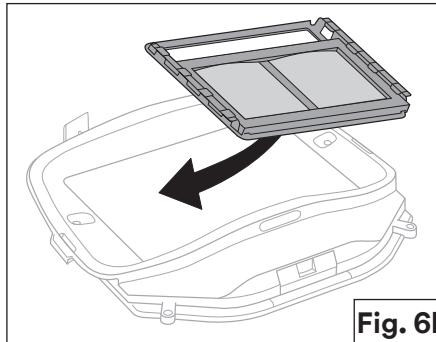

Fig. 6b
- Coloque el soporte de la lente en la parte frontal del ADF (Fig. 6b).